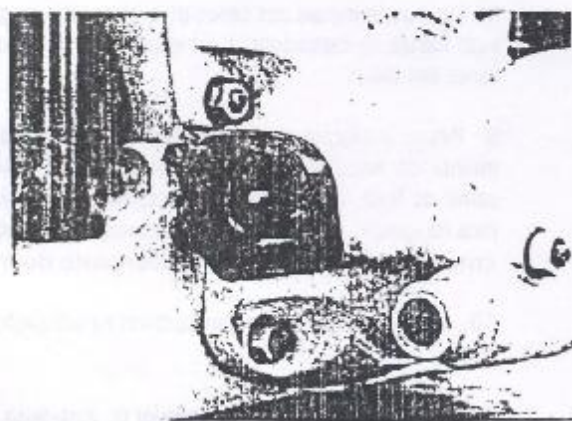

Figura 1.01.26 - Guia e haste de acionamento
47. Posicionar o guia da haste de acionamento da bomba de gasolina, provida de uma nova junta e instalar a haste de acionamento (Figura 1.01.26).